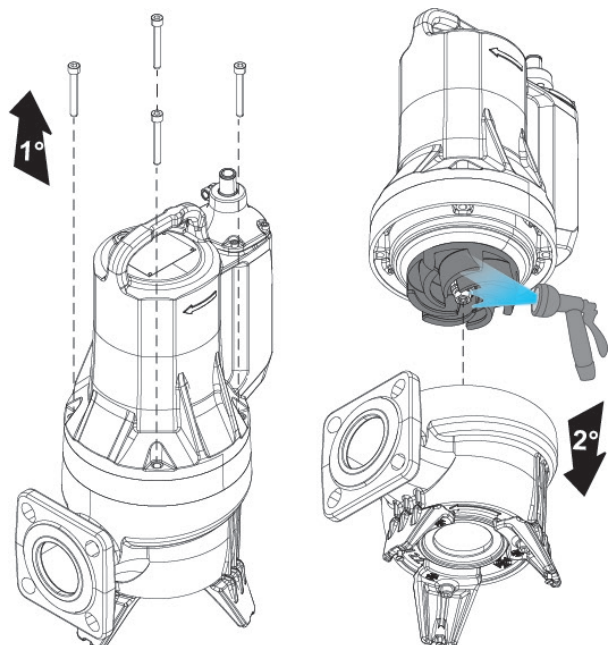

Fig.10
- Очищення робочого колеса (Рис. 10)